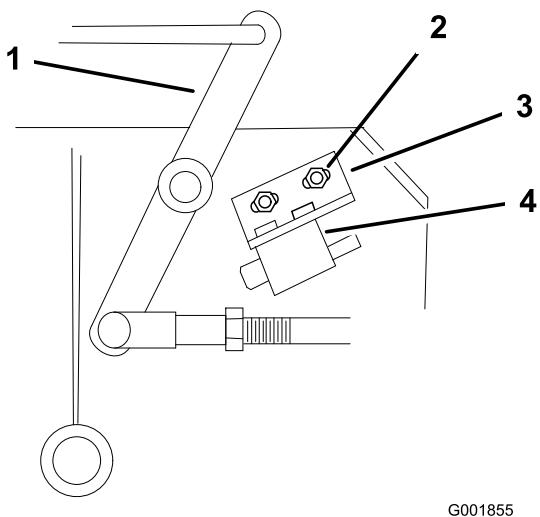

Figura 49
4. Se necessario, regolate il microinterruttore di sicurezza delle lame allentando i bulloni che fissano la staffa del microinterruttore (Figura 49).
Nota: Accertatevi che la leva a squadra **non** tocchi il corpo del microinterruttore, altrimenti il microinterruttore potrebbe subire danni (Figura 49). Fissate la staffa di montaggio del microinterruttore.